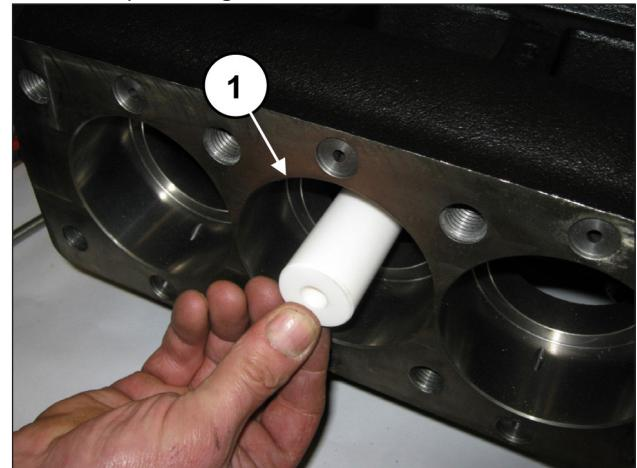
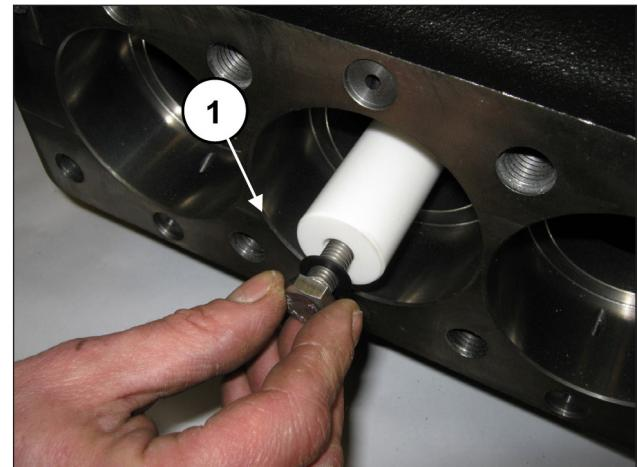

Fig. 184
Fig. 185
Montar los pistones en sus guías (pos. ①, Fig. 184) y fijarlos como en la pos. ①, Fig. 185.